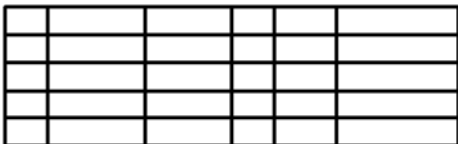

图 7-37 绘制的表格
13) 使用同样的方法,通过“特性”选项板将其他行的“单元高度”均设置为“8”,并将第3列的“单元宽度”设置为“25”,第5列的“单元宽度”设置为“18”,第6列的“单元宽度”设置为“35”。设置好表格的相关单元特性后,关闭“特性”选项板。绘制的表格如图7-37所示。